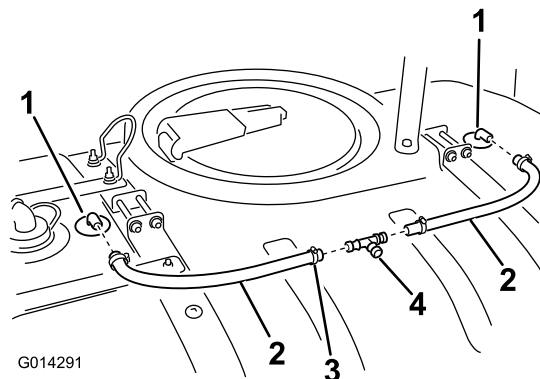

Bild 21
2. Bringen Sie eine Schlauchklemme an jedem Schlauchende an (Bild 21).
3. Befestigen Sie einen Schlauch über der Zahnung der Spüldüse (Bild 21),
2. Befestigen Sie das T-Anschlussstück zu den offenen Schlauchenden der Spüldüsenschläuche (vorher montiert), wie in Bild 21 dargestellt.